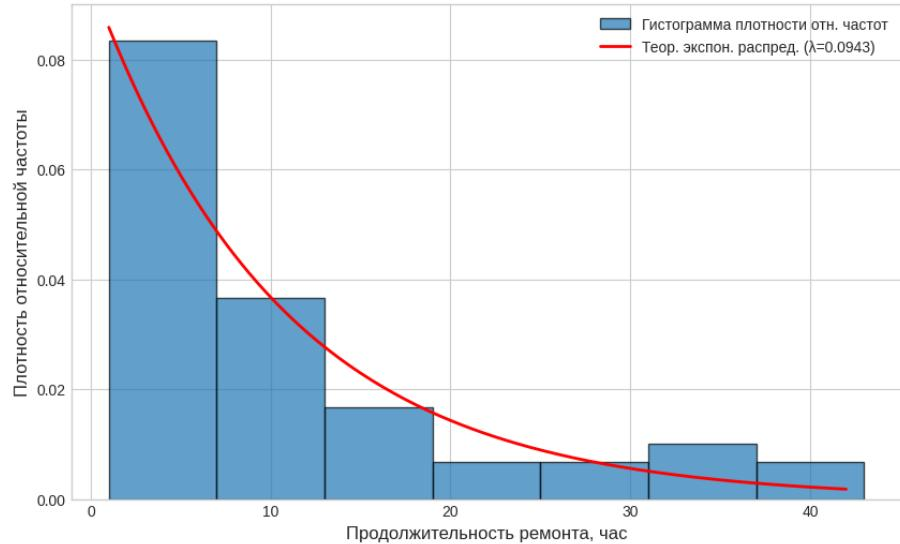

Рисунок 1 – Гистограмма плотности относительных частот
1. Визуальный анализ: гистограмма (рисунок 1) имеет характерную для экспоненциального закона форму.